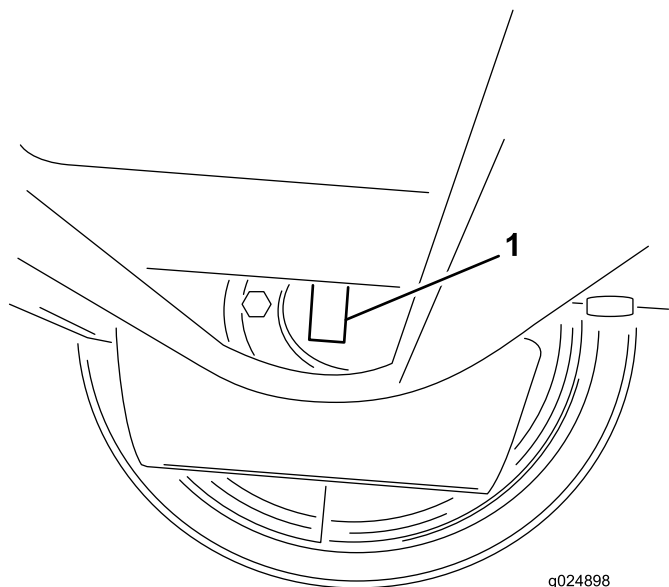

図 1
3. ホイールモータのシリアルプレートを確認する（図 1）。マシンの下からのぞいて確認することが可能である。